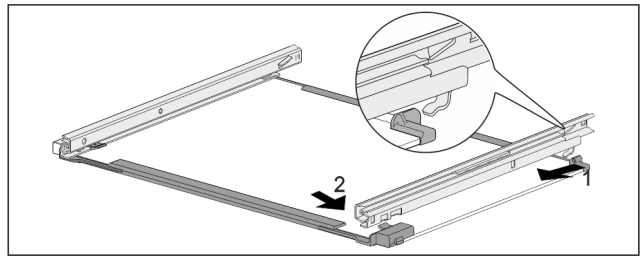

Fig. 111 Glasplatte mit Schienen
- ▶ Schiene hinten einhaken. Fig. 111 (1)
- ▶ Schiene vorne einrasten. Fig. 111 (2)